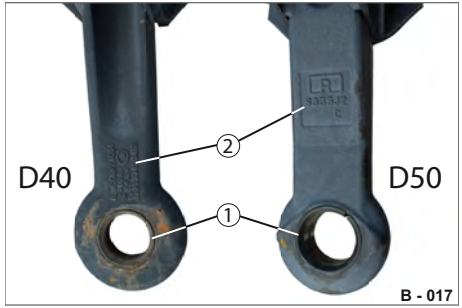

Abb. 26 Zugösen mit Verschleißbuchsen
- ▶ Lassen Sie eine verschlissene / deformierte Zugöse nur durch ein Original-Ersatzteil ersetzen - siehe Kennzeichnung (Abb. 26/2) auf der Zugöse.